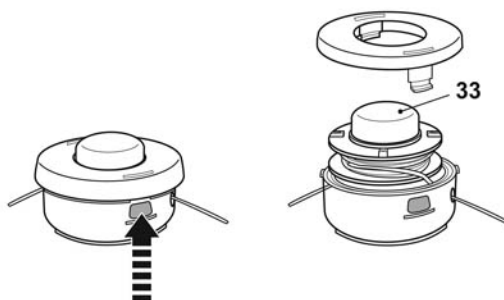

Fig. 32
- > Para sustituir el carrete, presione las pestañas de la cubierta del cabezal de corte para abrir la cubierta. Gire (si es necesario) para retirar el carrete usado y sustitúyalo por uno nuevo del mismo tipo (Fig. 32).